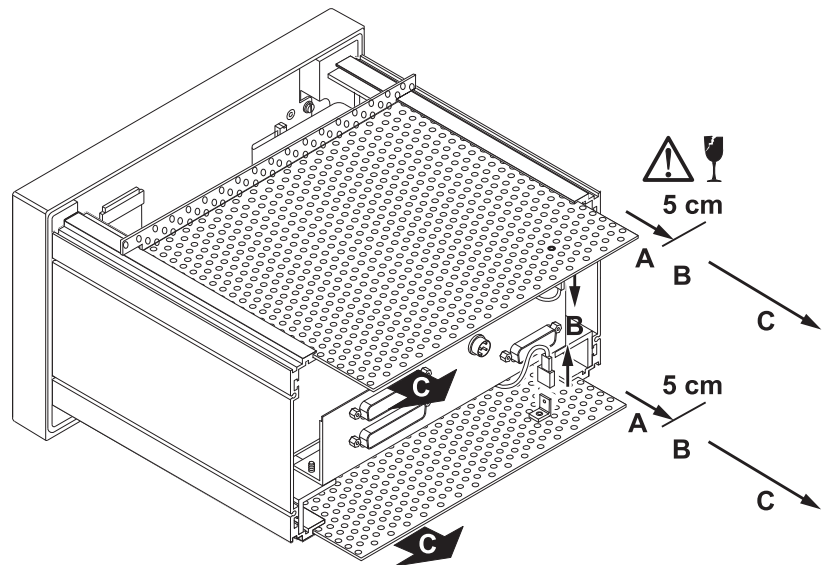

Bild D 7-15: Lösen der Massekabel und Herausziehen der Lochbleche
5. Ziehen Sie vorsichtig das obere und das untere Lochblech ungefähr 5 cm aus dem Rahmen (A). Lösen Sie vorsichtig die Massekabel von den Lochblechen (B). Achten Sie darauf, Kabel und Verbinder nicht zu beschädigen! Ziehen Sie dann die Lochbleche ganz heraus (C) und legen Sie sie zur Seite. (Bild D 7-15)